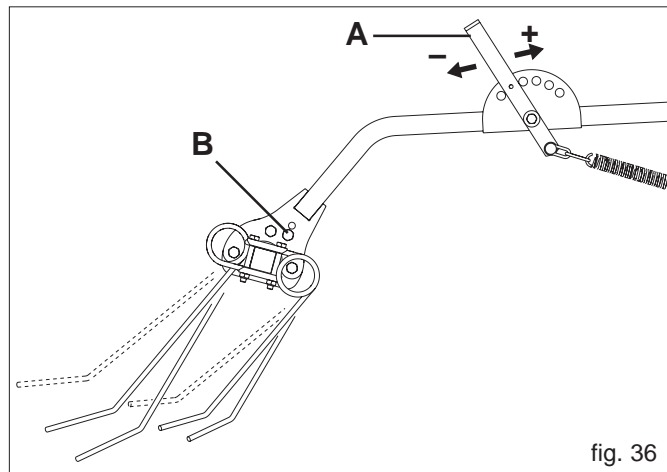

fig. 36
- Die sechs Eggenhalterungsarme (1) montieren, wie auf Abbildung gezeigt.
- Außenzähne (2) auf den drei Feldern der Egge abmontieren.
- Vierkantschiene auf den Eggenhalterungsarmen (3) befestigen.
- Außenzähne (2) montieren.
Der Arbeitsdruck der gefederten Zähne der Saatgutabdeckege kann durch den Hebel "A" (Abb. 36) geändert werden. Durch Veränderung der Bolzenschraube (B) wird der Anstellwinkel der gefederten Zähne geändert.